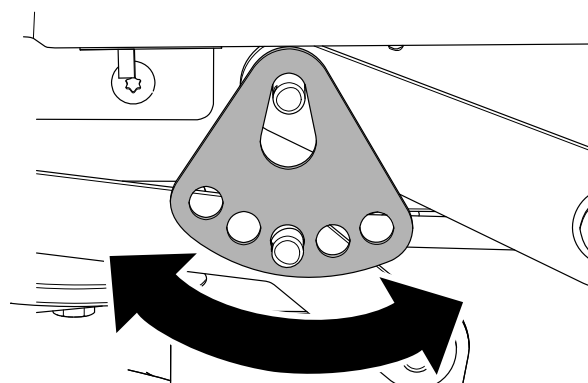

Figura 69
7. Gire la pletina de altura de corte hasta un orificio diferente, de modo que sostenga el peso de la carcasa de corte después de instalar la pletina (Figura 69).
8. Instale la arandela y la chaveta (Figura 69).